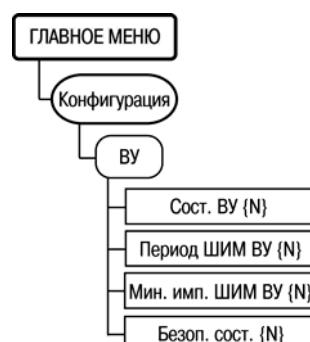

Рисунок 6.4
6.5.2 Для изменения настроек ВУ и отображения их состояния, используется пункт меню «//Конфигурация/ВУ» (рисунок 6.4).